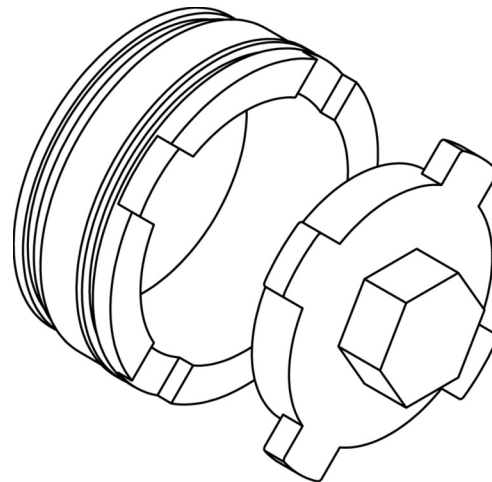

Figura 6: Ferramenta de Desmontagem e Montagem do Retentor da Sede
- ⇒ Solte o retentor, girando-o no sentido anti-horário e remova-o do corpo (pode ser adquirida uma chave especial para este fim, vide Figura 6). Remova os anéis-sedes metálicos e, se aplicável, remova também o anel-sede macio.